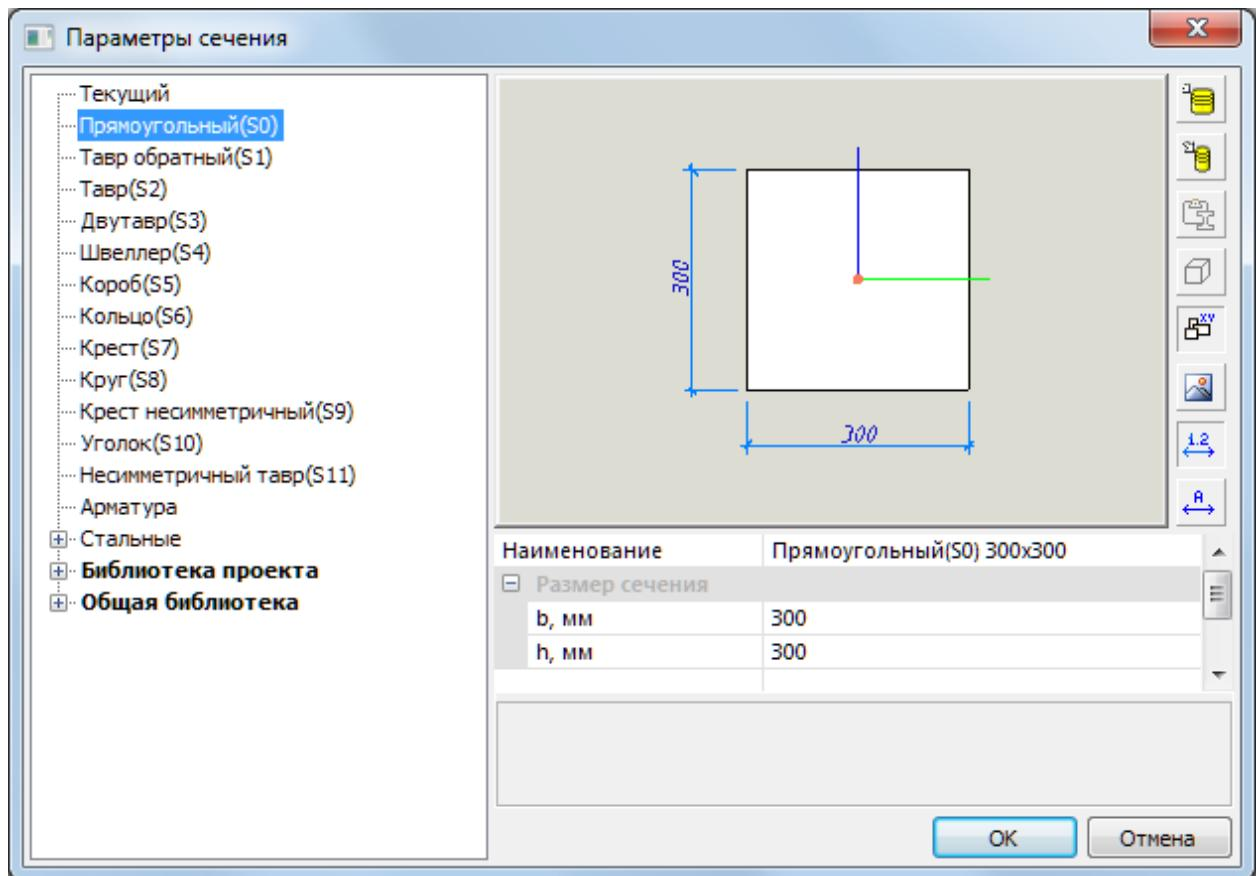

Рис.3.8 Диалоговое окно Параметры сечения
- Вызовите диалоговое окно **Параметры сечения** (рис.3.8) щелчком по кнопке  в строке свойств инструмента Балка.